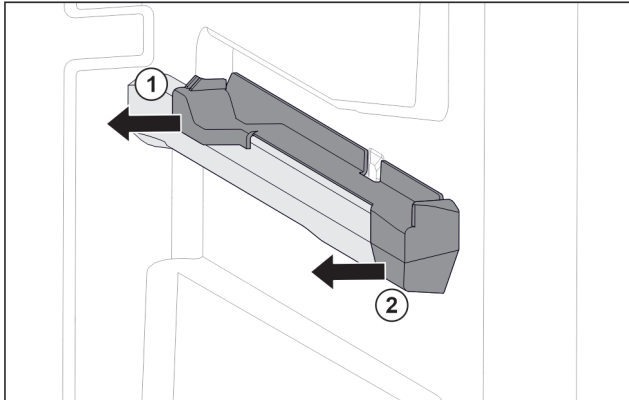

Fig. 107 Élément emboîtable sur la nervure de récipient droite
- ▶ Le retirer sur le côté par l'arrière. Fig. 107 (1)
- ▶ Le retirer sur le côté par l'avant. Fig. 107 (2)